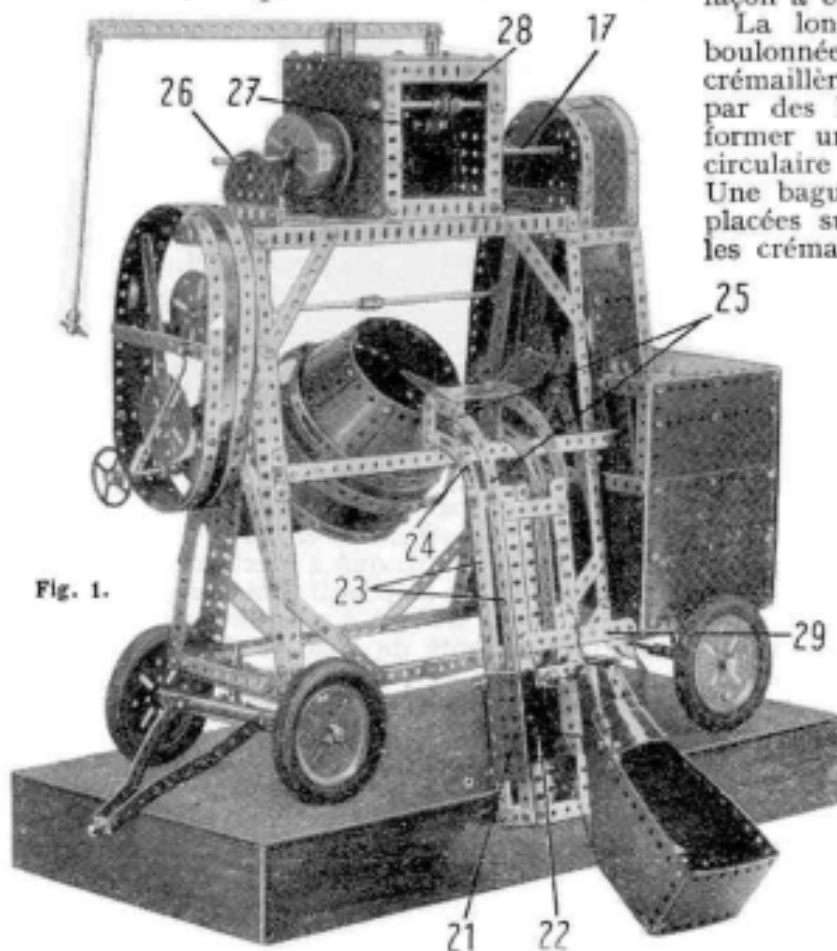

Fig. 1.
Le châssis de la bétonnière apparaît clairement sur les figures 1 et 2. Il est construit en cornières de 25 et de 11 trous consolidées par des bandes de diverses longueurs. Les roues sont des poulies de 75 mm munies de pneus et montées sur des tringles de 16,5 cm.
La trémie est construite en plaques flexibles (fig. 1) et articulée par une tringle de 7,5 cm sur une bande coudée de 60 x 25 mm boulonnée au chariot. Le chariot est formé de deux plaques de 75 x 38 mm (21) boulon-